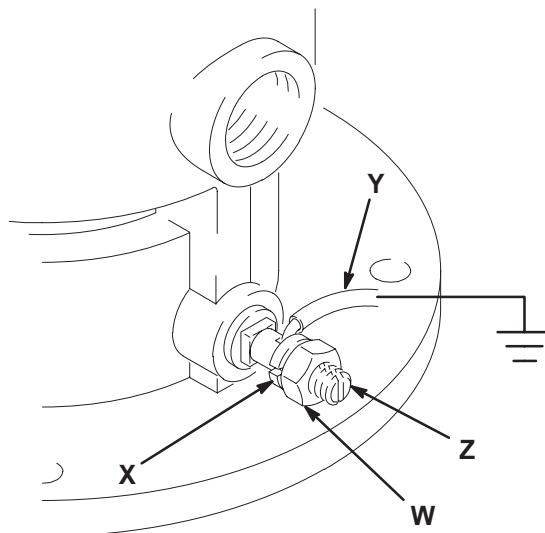

Fig. 2
- *Pompe*: utiliser un câble de terre et le raccorder comme indiqué à la Fig. 2.
Pour mettre la pompe à la terre, desserrer l'écrou (W) et la rondelle (X) de la cosse de terre. Introduire l'extrémité d'un fil de terre (Y) de 1,5 mm² minimum dans la fente de la cosse (Z) et serrer l'écrou à fond. Relier l'autre extrémité du câble à une véritable prise de terre. Voir Fig. 2. Pour commander un fil et une pince de terre, indiquer la réf. 222-011.